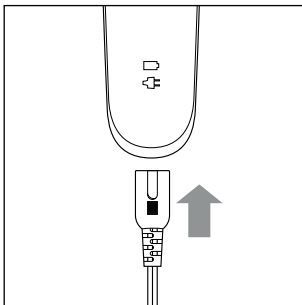

Bild 1
- 2) Koppla strömadapterns ❸ ihåliga kontakt ❹ till produkten (se bild 1).
- 2) Koppla strömadapterns **8** ihåliga kontakt **9** till produkten (se bild 1).